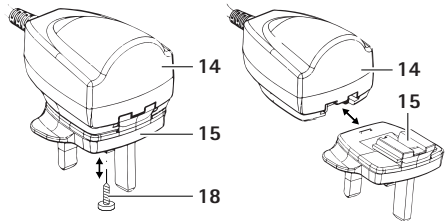

Fig. 3
- Løsne festeskruen 18 i adapteren 15, gukka Fig. 3.
- Skyv adapteren 15 på støpselet 14 inntil låseinnretningen 16 hektes på plass, gukka Fig. 3.